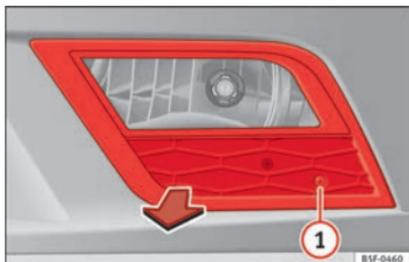

Fig. 101 Phare antibrouillard.
- Retirez la vis » fig. 101 ① de la grille du phare antibrouillard à l'aide d'un tournevis.